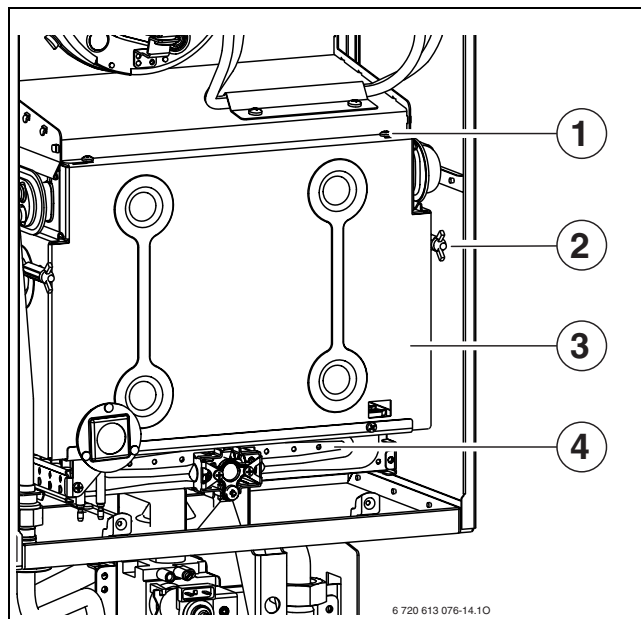

Fig. 33 Deschiderea arzătorului
- ▶ Se scoate peretele frontal al camerei de ardere și arzătorul (→ fig. 33).